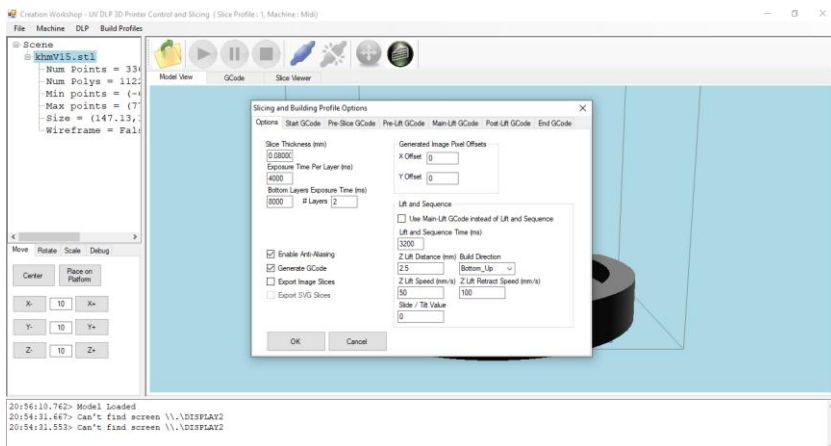

Рис. 6.2. Окно настройки параметров печати
2. Настройка параметров печати (рис. 6.2).